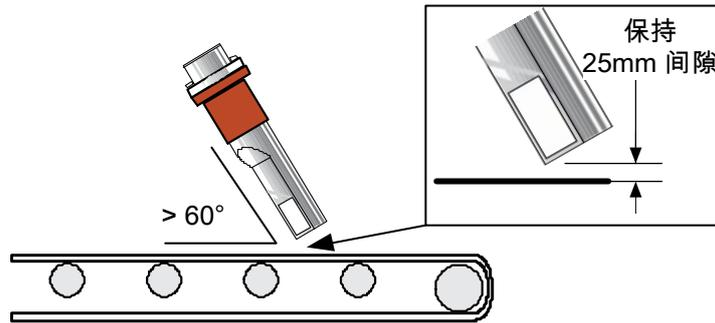

图 10: Hydro-Probe 倾斜 45° 以减少堆积
- Hydro-Probe 主体可以与传送带呈 90° 至 60° 角以减少物料堆积。保持与物流呈 45° 角以及与传送带有 25mm 间隙非常重要，请参见图 10。